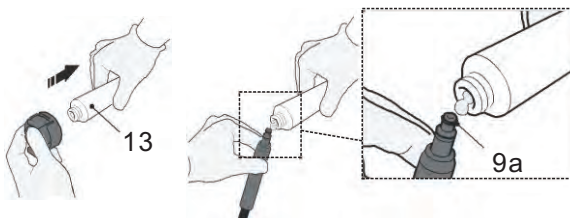

Fig. 35
Dévissez le bouchon du tube (13) et appliquez une goutte de lubrifiant sur le joint torique (9a) situé sur le connecteur du tuyau haute pression (9) (Fig. 35).